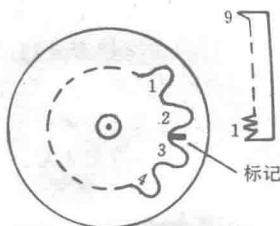

图 1
(1)装盒仓组件时,应将机芯处于待出盒状态。此时盒仓上齿条的第一个齿应落在带标记的齿沟中(2,3齿之间)。如图1所示。